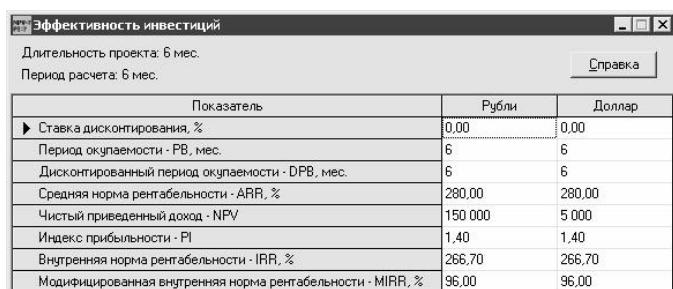

Рис. 4.79. Анализ эффективности инвестиций
Чтобы проанализировать первые результаты проекта, выполните расчет проекта и нажмите в разделе «Анализ проекта» кнопку Эффективность инвестиций. В результате на экране откроется окно, изображенное на рис. 4.79.
Сравните показатели Чистый приведенный доход (NPV) и Индекс прибыльности (PI) с аналогичными показателями, которые представлены на рис. 4.79. Как нетрудно заметить, их значения существенно снизились, что означает уменьшение реально полученного дохода. Самое непосредственное влияние на это уменьшение оказало изменение стоимости денежных средств, которое имело место быть в течение периода реализации проекта.